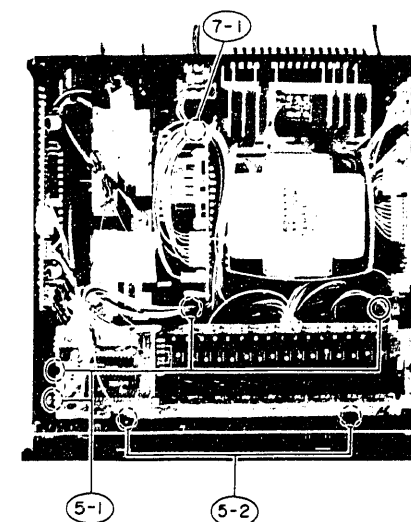

Fig. 29
5. Timer PC Board (Fig. 29)
7. Rectifier PC Board (Fig. 29)